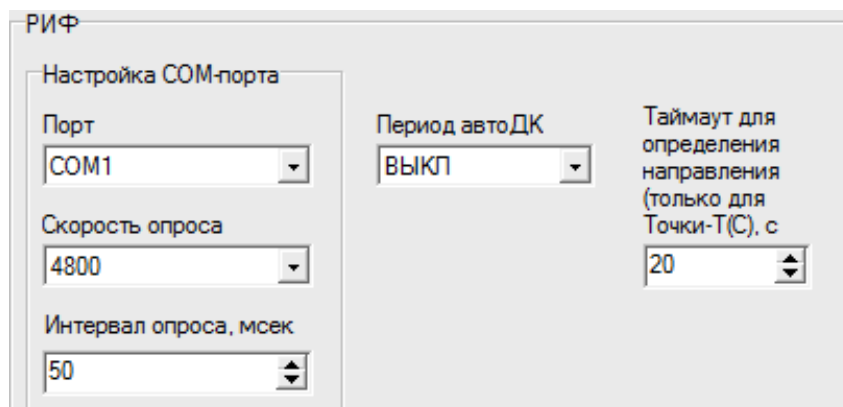

Рисунок 41.
Для настройки параметров служит группа «Подсистема РИФ» (см. рисунок 41).
- Только для «РАСТР»: в группе «РАСТР-М-ТВ, РАСТР» (см. рисунок 41) установить параметр «Режим» в положение «РАСТР»;